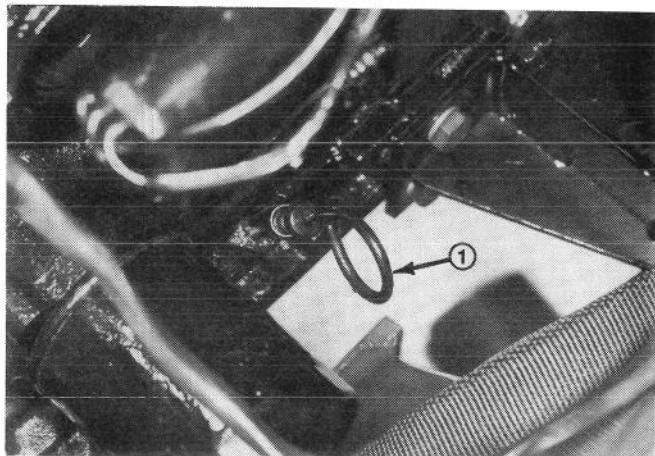
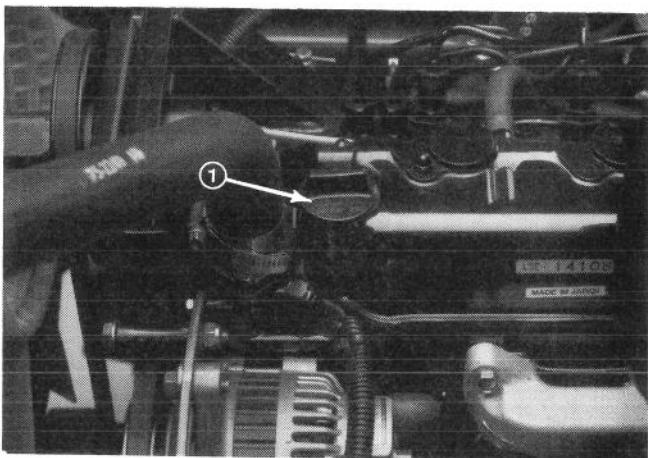

Figura 7
Figura 8
2. Quitar la varilla de calibración de aceite (Figura 7), limpiarla con un trapo limpio e introducirla completamente en el hueco. Sacarlo de nuevo y revisar el nivel de aceite. Si el nivel está bajo, quitar la tapa de llenado de aceite (Figura 8) y echar SAE 10W-30 CD hasta que esté en la marca de REPLETO en la varilla de calibración. NO SOBRELLENAR. Consultar el Gráfico de Especificaciones de Fluido de la página SP-21.